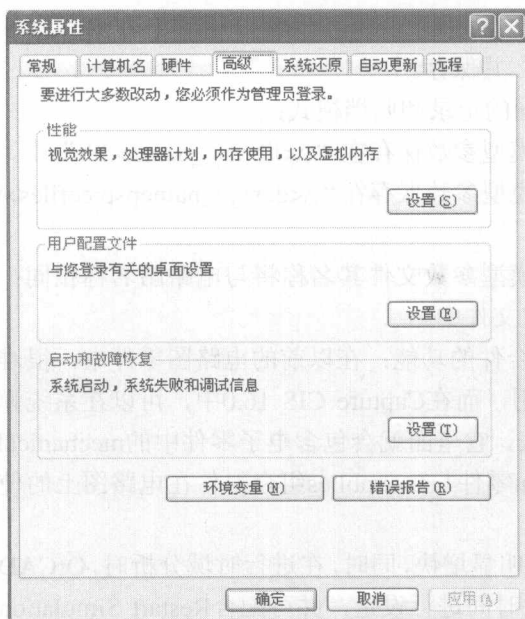

图 1.2.17 系统属性对话框
(14) 环境变量的设置, 按以下步骤进行:
① 选择“我的电脑”, 单击鼠标右键, 选择“属性”选项, 弹出系统属性对话框, 单击“高级”页, 如图 1.2.17 所示。